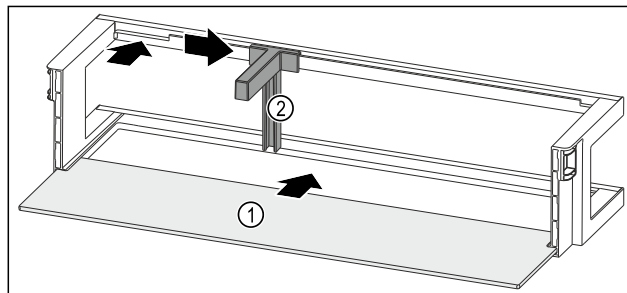

Fig. 169 Дверная полка со съемной полкой
- ▶ Вдвиньте съемную полку Fig. 169 (1) в боковые пазы.
- ▶ Установите держатель для бутылок Fig. 169 (2) в выемку.
- ▶ Сместите держатель для бутылок Fig. 169 (2) в нужное положение в сторону.